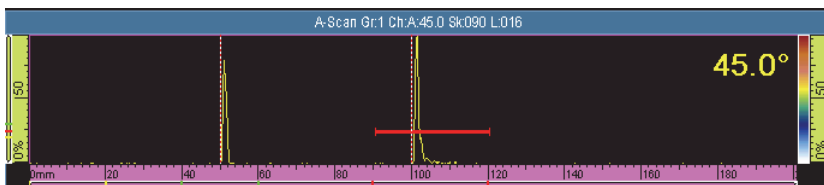

図 5-4 2 番目の信号のゲート設定
- a) **開始位置と幅**パラメータで、最初の信号で行った同じ方法で、2 番目の信号にゲート A を設定する値を入力します（132 ページの図 5-4 参照）。